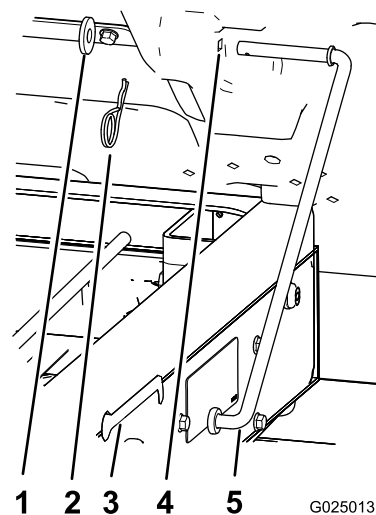

图 12
- 拆下将支撑杆固定至货斗底部的发卡销和垫圈图 12。
- 将支撑杆向前滑将其从机架的支架上拆下图 12。